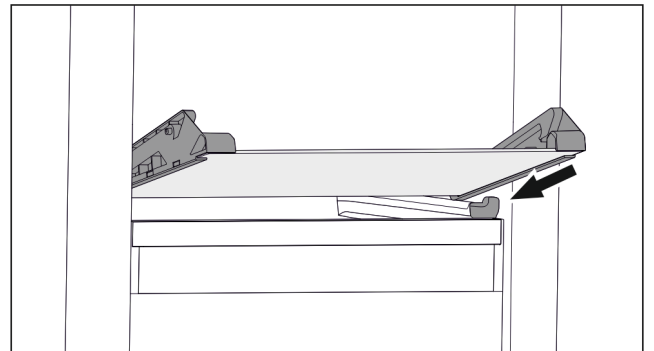

Fig. 108 Ripiano in vetro del cassetto ribaltabile
- ▶ Applicare il ripiano in vetro obliquamente dietro i fermi. (vedere Fig. 108)